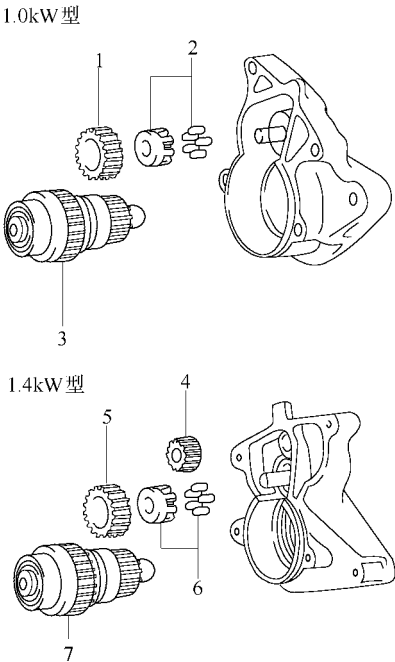

图 6-25 安装齿轮和离合器部件
(3) 将钢球涂敷润滑脂，装入离合器的孔中。
(4) 安装齿轮和离合器部件。在齿轮和离合器部件上涂敷润滑脂，将离合器部件、中间齿轮、轴承和小齿轮（1.4kW 型）装入起动机外壳内，如图 6-25 所示。